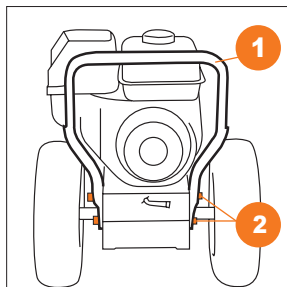

Рис. 5
- Закрепите нижнюю часть рукоятки **1** к корпусу снегоуборщика с помощью четырех болтов и шайб **2** (для **DAST 6560** и **7565**) (Рис. 5).